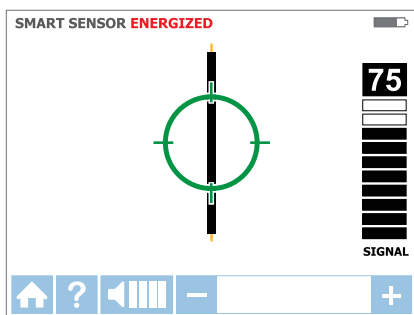

Figura 3.1e
5. Il simbolo verde di destinazione indica che il ricevitore è direttamente sopra il cavo (vedi Figura 3.1e). Se il ricevitore non aggancia il cavo, diminuire la sensibilità con il tasto "-" del tastierino, oppure impostare il trasmettitore per trasmettere in modalità di segnale Basso.